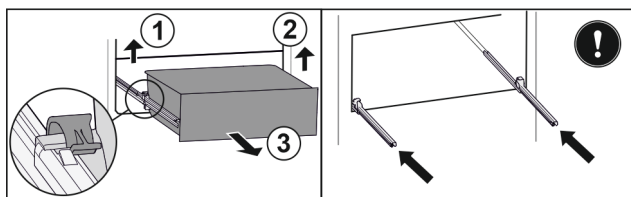

Fig. 161
- Повдигнете лявата скоба и едновременно с това изтеглете напред чекмеджето отляво. Fig. 161 (1)
- Повдигнете дясната скоба и едновременно с това изтеглете напред чекмеджето отдясно. Fig. 161 (2)
- Извадете чекмеджето напред. Fig. 161 (3)